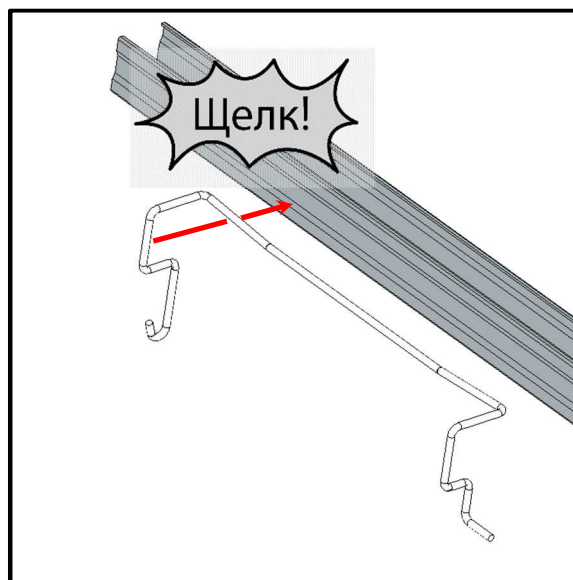

Рисунок 9
- 2) Откройте патроны-ламподержатели (10) как показано на рис. 9.